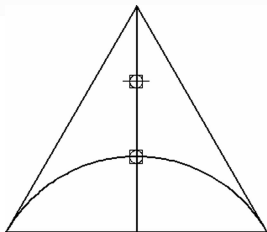

图 2-58 绘制圆弧
- (6)用“圆弧”命令中的“三点”方式画 3 个圆弧,如图 2-58 所示。